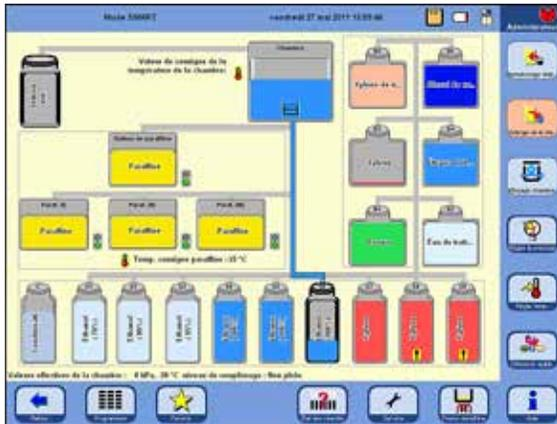

Fig. 171
- L'ensemble du processus est représenté sous forme graphique sur l'écran (vue **MODE SMART**) (fig. 171).